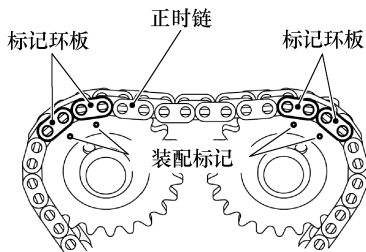

图 4-14 对齐凸轮轴链轮正时标记
- 4) 将标记环板与凸轮轴链轮装配标记对齐，如图 4-14 所示。